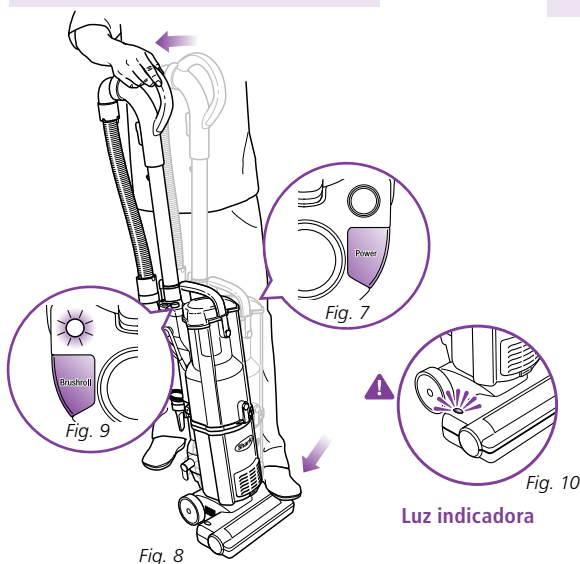

Fig. 8
- 3 Coloque su pie en el cabezal motorizado y tire suavemente el mango hacia usted. (Fig. 8)